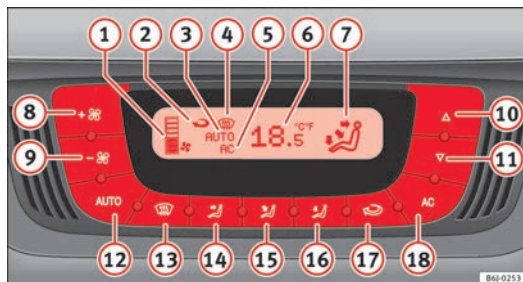

Fig. 95 Sur la planche de bord : éléments de commande du Climatronic
- Appuyez sur les touches 10 et 11 ⇒ fig. 95 pour régler la température.
- Appuyez sur la touche **AUTO**. L'afficheur indique $\Rightarrow$ fig. 95 **7**.
- Appuyez sur les touches **10** et **11** $\Rightarrow$ fig. 95 pour régler la température souhaitée dans l'habitacle. Nous vous recommandons une température de 22 °C (72 °F).
- Appuyez sur l'une des touches $\Rightarrow$ fig. 95 **14** à **16** ou appuyez sur le régulateur du ventilateur **8** et **9**. L'indication **3** s'éteint.
Le ventilateur peut être réglé à l'aide des touches **8** et **9** $\Rightarrow$ fig. 95. Lorsque le ventilateur est éteint (l'écran n'affiche aucune position **1**) et que vous continuez à appuyer sur la touche **9**, le Climatronic s'éteint. Dans un tel cas **OFF** apparaîtra à l'écran.
- Appuyez sur la touche  pour activer ou désactiver le mode recyclage de l'air ambiant. Il est connecté si le symbole  ⇒ fig. 95 s'affiche à l'écran.